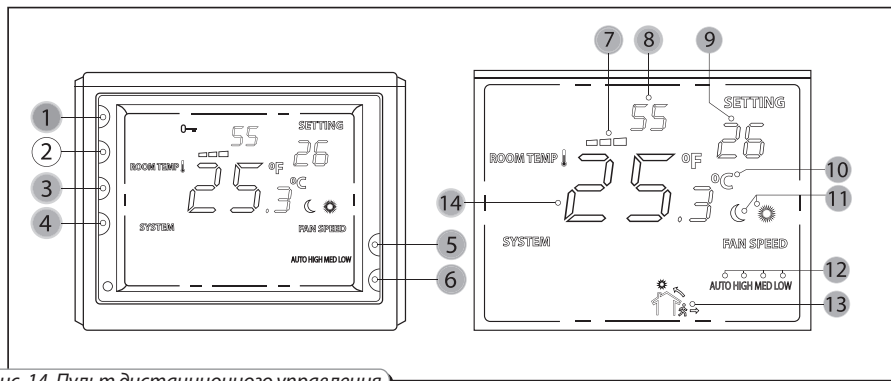

Рис. 14. Пульт дистанционного управления
После аварийного сигнала циркуляционный насос будет задействован независимо от предыдущего режим работы. После выяснения и устранения причины неисправности необходимо разблокировать аварию, нажав кнопку пуска (1) на пульте управления (см. рис. 14).
Установка оснащена дистанционным пультом управления (рис. 14), который обеспечивает следующие функции:
Включение/выключение установки осуществляется кнопкой (1), рис. 11. Расход воздуха (LOW, MED, HIGH или AUTO) устанавливается последовательным нажатием кнопки (3) см. рис. 14, при этом устанавливаемая скорость отображается на экране пульта управления. Установка режима «день» / «ночь» осуществляется кнопкой (4). Для переключения системы из режима «день» в режим «ночь» необходимо нажать кнопку (4) и удерживать ее в течении 3 с. В режиме «ночь» поддерживается минимальная температура приточного воздуха, установленная в сервисном меню - от +18 °С до +25 °С (режим работы вентиляторов не изменяется). Установленный режим отображается на экране пульта управления (11). Установка желаемой температуры приточного воздуха осуществляется кнопками (5) и (6), при этом устанавливаемая температура отображается на экране пульта управления (9).